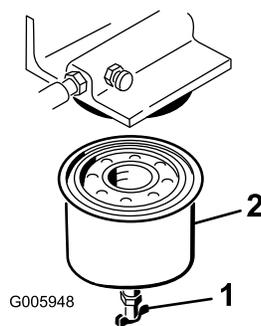

図 33
5. ドレンバルブ 図 33を開き、出てくる燃料を容器に受けて適切に処分する。
6. フィルタレンチを使って燃料フィルタを外す 図 33。